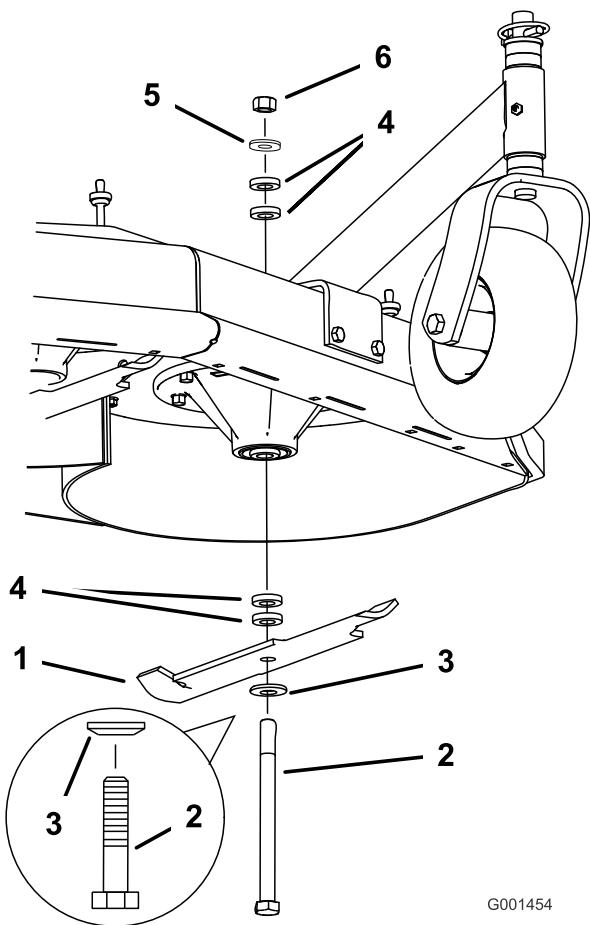

Figura 10
3. Sujete el perno de la cuchilla y retire la tuerca (Figura 10).
4. Deslice el perno por el eje, y cambie los espaciadores según sea necesario (Figura 10).
5. Instale el perno y la arandela curva, añada los espaciadores adicionales que sean necesarios, y sujetelos con una arandela fina y una tuerca (Figura 10).